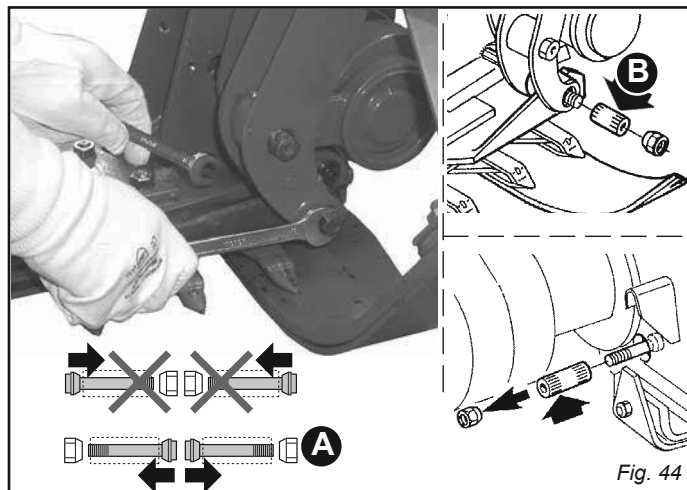
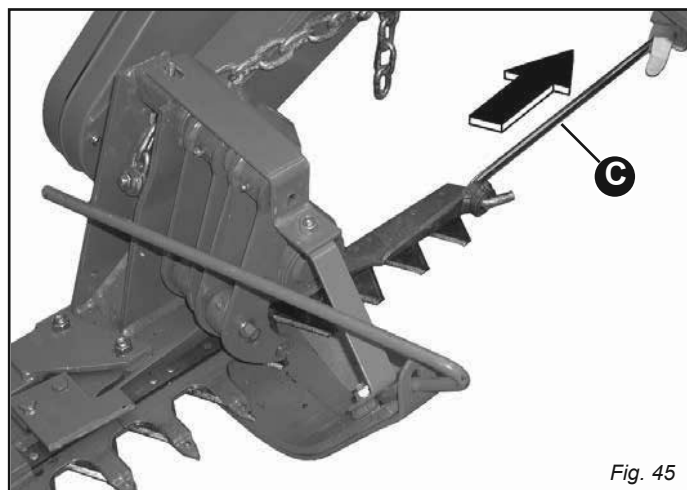

Fig. 44
Fig. 45
- Togliere il perno ad espansione (B, Fig. 44) e sfilare l'asta porta sezioni (Fig. 45) con il tirante d'aggancio (C, Fig. 45).
- Togliere il perno ad espansione (B, Fig. 44) e sfilare l'asta porta sezioni (Fig. 45).
- Togliere il perno ad espansione (B, Fig. 44) e sfilare l'asta porta denti (Fig. 45).